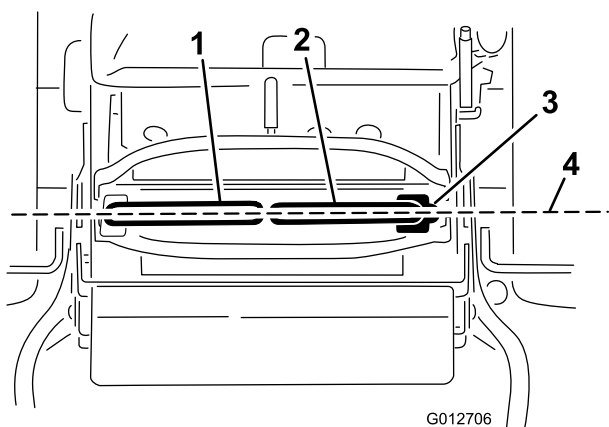

Figura 73
Importante: Compruebe el avance de la máquina después de ajustar las palancas de control de movimiento. Se utiliza el mismo procedimiento para ajustar la dirección y para alinear las palancas de control de movimiento hacia adelante-atrás (Figura 73).
1. Una vez ajustada la alineación horizontal, compruebe la alineación adelante-atrás empujando ligeramente hacia adelante las palancas de control para eliminar cualquier holgura del acoplamiento de las palancas de control (Figura 73).